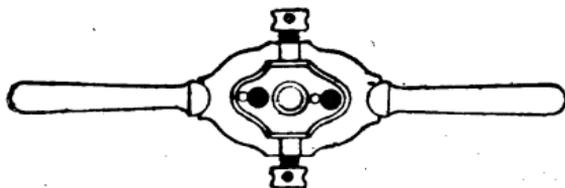

Fig. 241.
**FILIERE A LA MAIN** (fig. 241). — Est manœuvrée avec les deux mains.